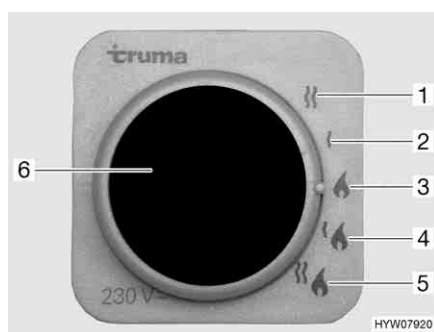

Fig. 76 Selettore di energia per riscaldamento/boiler
Il boiler è integrato nel riscaldamento e funziona a gas (funzionamento a gas) o a gas o a corrente (funzionamento a gas e funzionamento elettrico a 230 V). Il boiler si accende dalla centralina di controllo (Fig. 73) con l'interruttore girevole (Fig. 73,2). Sul selettore di energia (Fig. 76) viene preselezionato il tipo di energia (funzionamento a gas e elettrico a 230 V).
- Funzionamento a gas (Fig. 76,3)
- Funzionamento elettrico a 230 V con gradi di potenza da 900 W (Fig. 76,2) oppure 1800 W (Fig. 76,1)
- Funzionamento a gas e funzionamento elettrico a 230 V (funzionamento misto) con gradi di potenza da 900 W (Fig. 76,4) oppure 1800 W (Fig. 76,5)
Se viene selezionato il funzionamento elettrico a 230 V, la spia gialla di controllo si accende (Fig. 76,6).